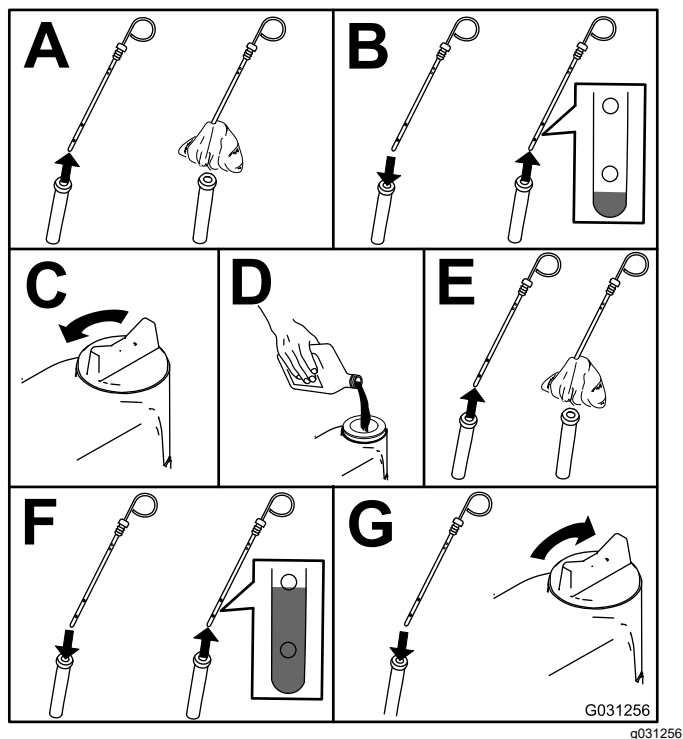

Figura 52
- Verificați nivelul uleiului de motor; consultați Figura 52.